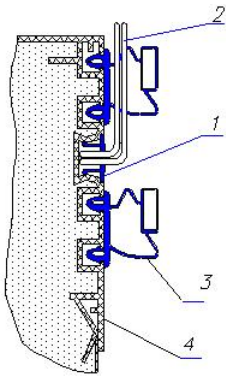
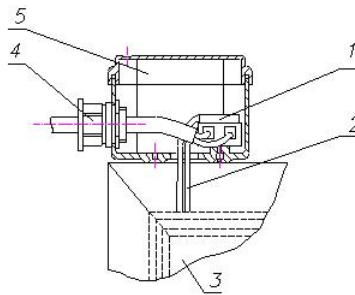
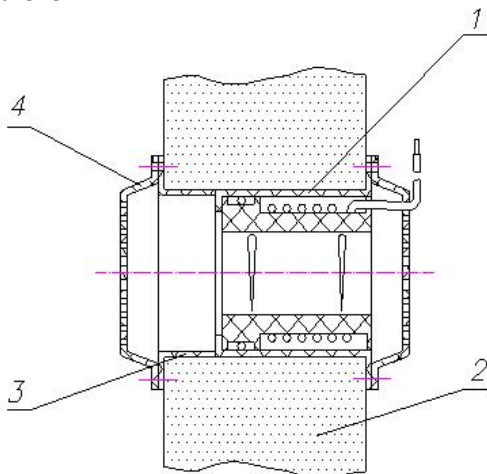

Abbildung 4 Montage der PEN Tür
Abb.5 Anschluss der PEN Tür
Abbildung 6 Montage des Kompensationsventils
Bei der Montage des Kammertyps KHN ein ESP (elektrischer Heizdraht), Tür (Abbildung 4, Abbildung 5) und ein Kompensationsventil (Abbildung 6), die als Option mitgeliefert werden, installieren.
- Das Profil Position 1 (Abbildung 4) entfernen, in einem Nutprofil der PEN-Tür (Position 4), die Drähte durch die Löcher in Profil Position 1 und Position 3 führen und mit den Terminals der Anschlussdose verbinden. 5 (Abb. 5)
Beim Einbau des Ventils in die Ausgleichsseite der Bohrung mit 65 mm Ø. Montage nach den in Abbildung 6 beschriebenen Anweisungen. Die Abdeckung auf der Oberseite der Leiste gegenüber dem Monoblock nicht drehen.